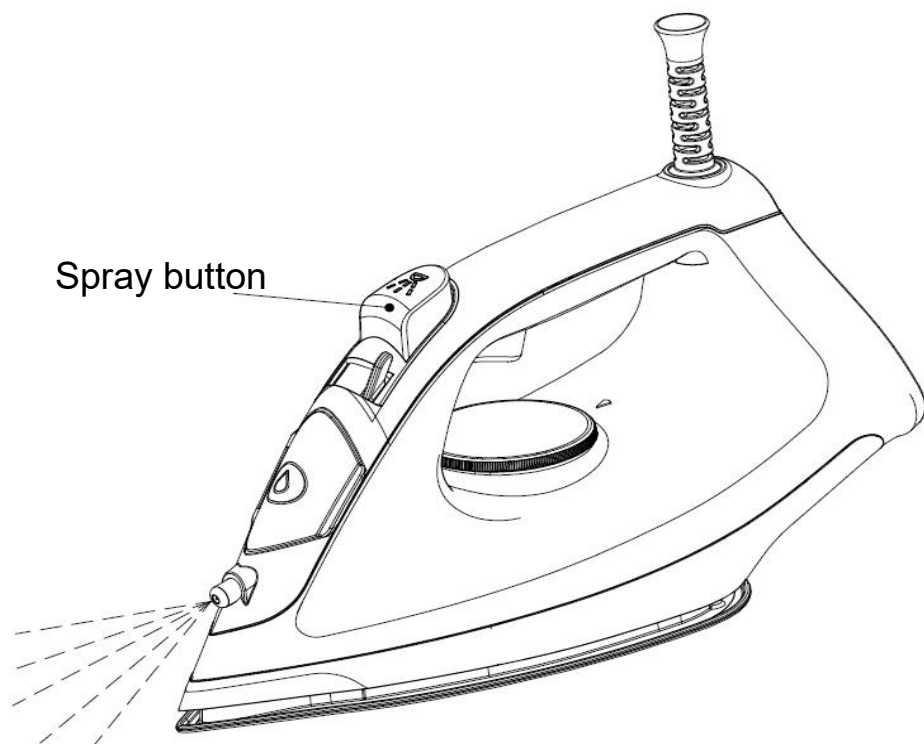

Fig.6
49. Puede rociar niebla presionando el botón Spray una vez (ver Fig.6).